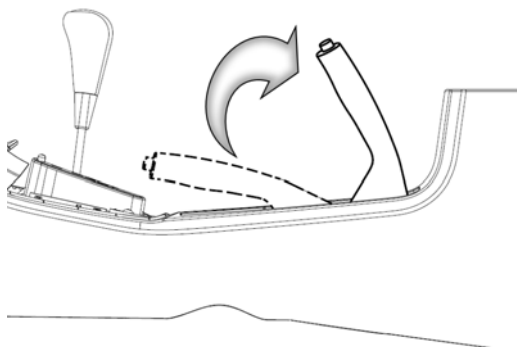

图6-2-3 手刹护板橡胶挡块组件的拆卸(1)
- (1) 先将手刹拉起一定高度，使手刹护板橡胶挡块组件完全可见。如图 6-2-3 所示；